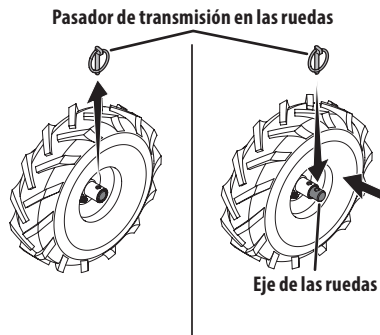

Figura 12
- Retire el pasador de transmisión de la rueda del cubo de la rueda y eje de la rueda. Vea la Figura 12.
- Deslice la rueda totalmente hacia adentro en el eje de la rueda. Reinstale el pasador de transmisión en las ruedas a través del eje de la rueda únicamente (no a través del cubo de la rueda). Vea Figura 12. Ahora, la rueda debe girar libremente (ruedas libres) sobre el eje de la rueda. Repita el procedimiento con la otra rueda.